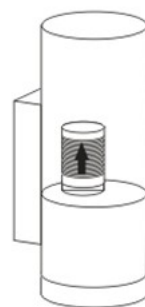

Рис. 3
3. Установите выдвижную трубу на антивозвратный клапан и растяните ее до нужной длины. См. рис. 3.